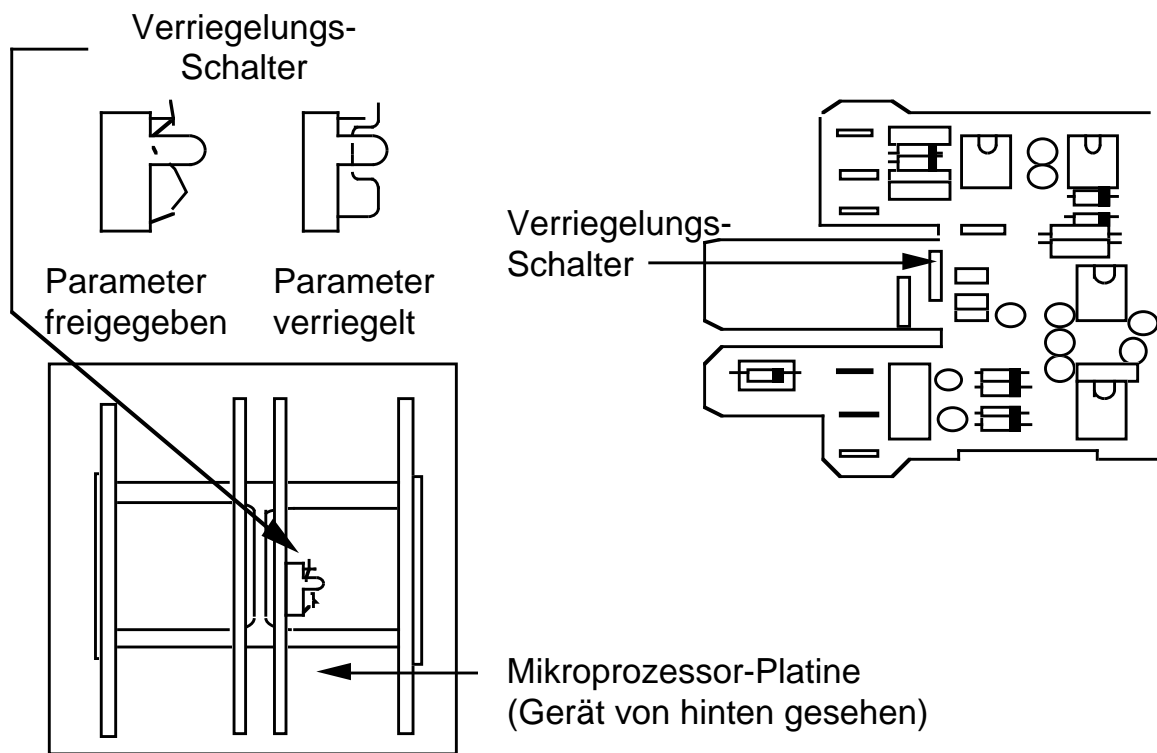

Abb. 4.3.1 Verriegelungs-Schalter für Parameter-Verriegelung
- b) Verriegelung bestimmter Parameter-Untergruppen mittels eines internen Schalters. Welche Untergruppen verriegelt werden, wird in der Konfiguration des Gerätes festgelegt. Die Lage und Stellung des Schalters nach Herausnehmen des Gerätes aus dem Gehäuse zeigt die Abb. 4.3.1.